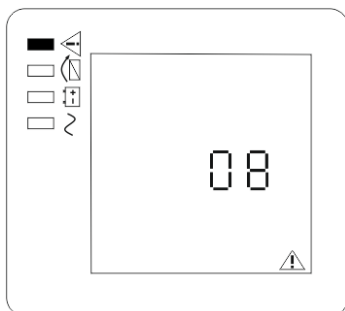

Рисунок 26 – Пример отображения кода неисправности на ЖК-дисплее
- 3) Подайте трехфазное сетевое напряжение от распределительного щита питающей линии на все изделия (см. рисунок 26).